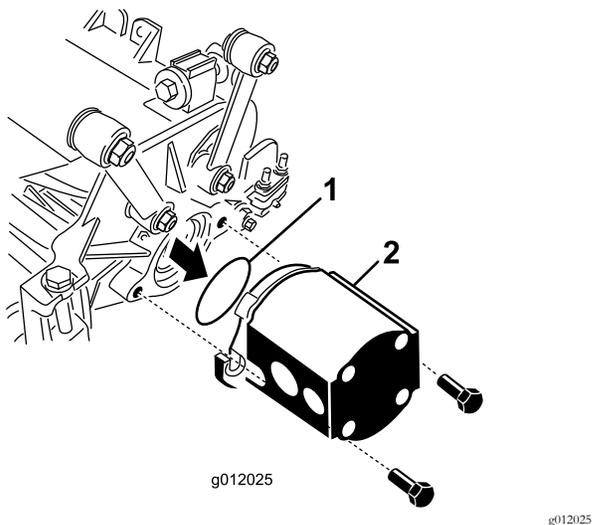

Рисунок 24
- Установите уплотнительное кольцо (поставляемое в комплекте с режущим блоком) на фланец двигателя привода (**Рисунок 24**).
- Установите двигатель на приводной конец режущего блока и закрепите его 2 колпачковыми винтами, входящими в комплект режущего блока (**Рисунок 24**).